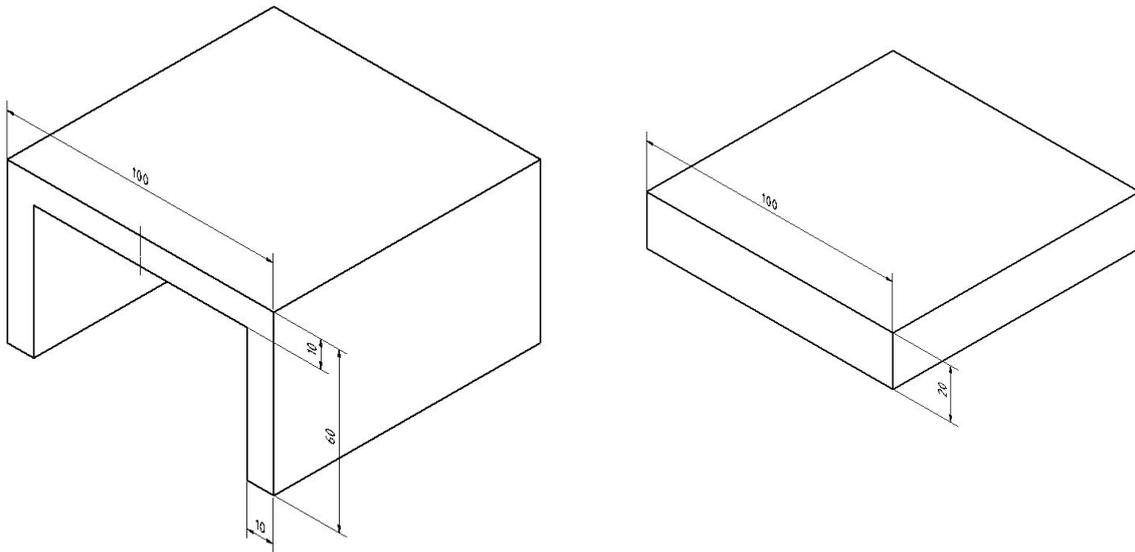

Abbildung 2: Profilvarianten für das Trittbrett
b) In einem zweiten Entwurf entscheidet man sich bei der Konstruktion des Trittbretts anstelle des Rechteck-Vollprofils für ein nach unten geöffnetes U-Profil (siehe **Abb. 2**). Dies reduziert die Durchbiegung des Profils auf ein Zehntel. **(5 VP)**